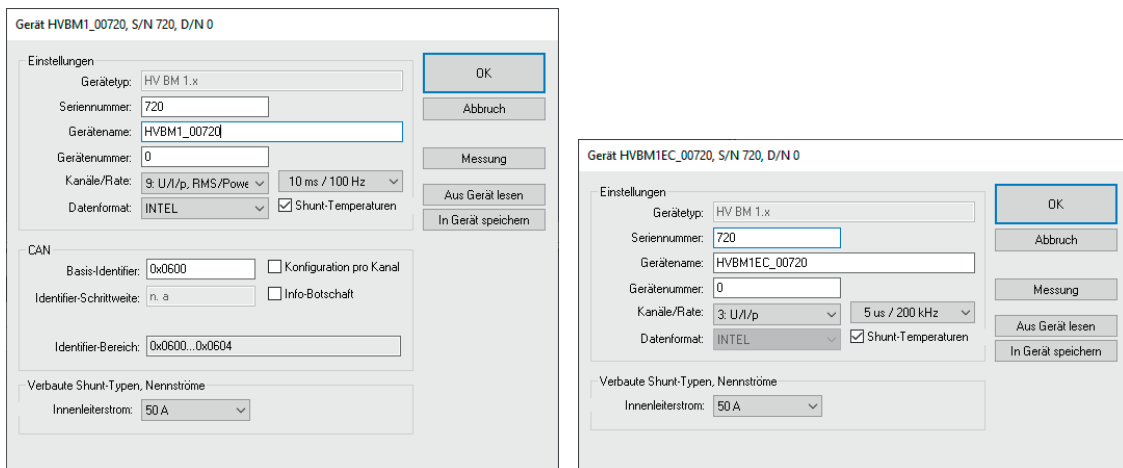

Abb. 6-35: Dialog für Gerätekonfiguration, Modul über CAN (links) bzw. über ECAT verbunden (rechts)
- ☞ Klicken Sie im **Dialog für Gerätekonfiguration** (Abb. 6-35) auf **Aus Gerät lesen**.
Wird die Standardbezeichnung beibehalten, wird diese automatisch angepasst, wenn die Seriennummer geändert wird. Die Bezeichnung in diesem Feld wird auch als Komponente für die Bezeichnung der Kanäle verwendet (Abb. 6-35).
Ist das Messmodul über CAN verbunden, wird im **Dialog für Gerätekonfiguration** zusätzlich der Bereich **CAN** angezeigt (Abb. 6-35).
Im Feld **Identifizier-Bereich** wird der Bereich der verwendeten CAN-Identifizier angezeigt. Standardmäßig werden CAN-Identifizier und Übertragungsrate (Abb. 6-35) pro Gerät angegeben.